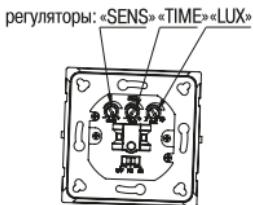

Рисунок 14 – Конструкция датчика движения
- Снимите лицевую панель с основания датчика, поддев её отвёрткой с прямым шлицем (рисунок 12, рисунок 14, рисунок 15 для датчиков ДД-029, ДД-031 и ДД-035 соответственно).
Регуляторы SENS, LUX, TIME находятся под лицевой панелью датчика (рисунок 14). Регулировка осуществляется с помощью отвёртки с прямым шлицем.